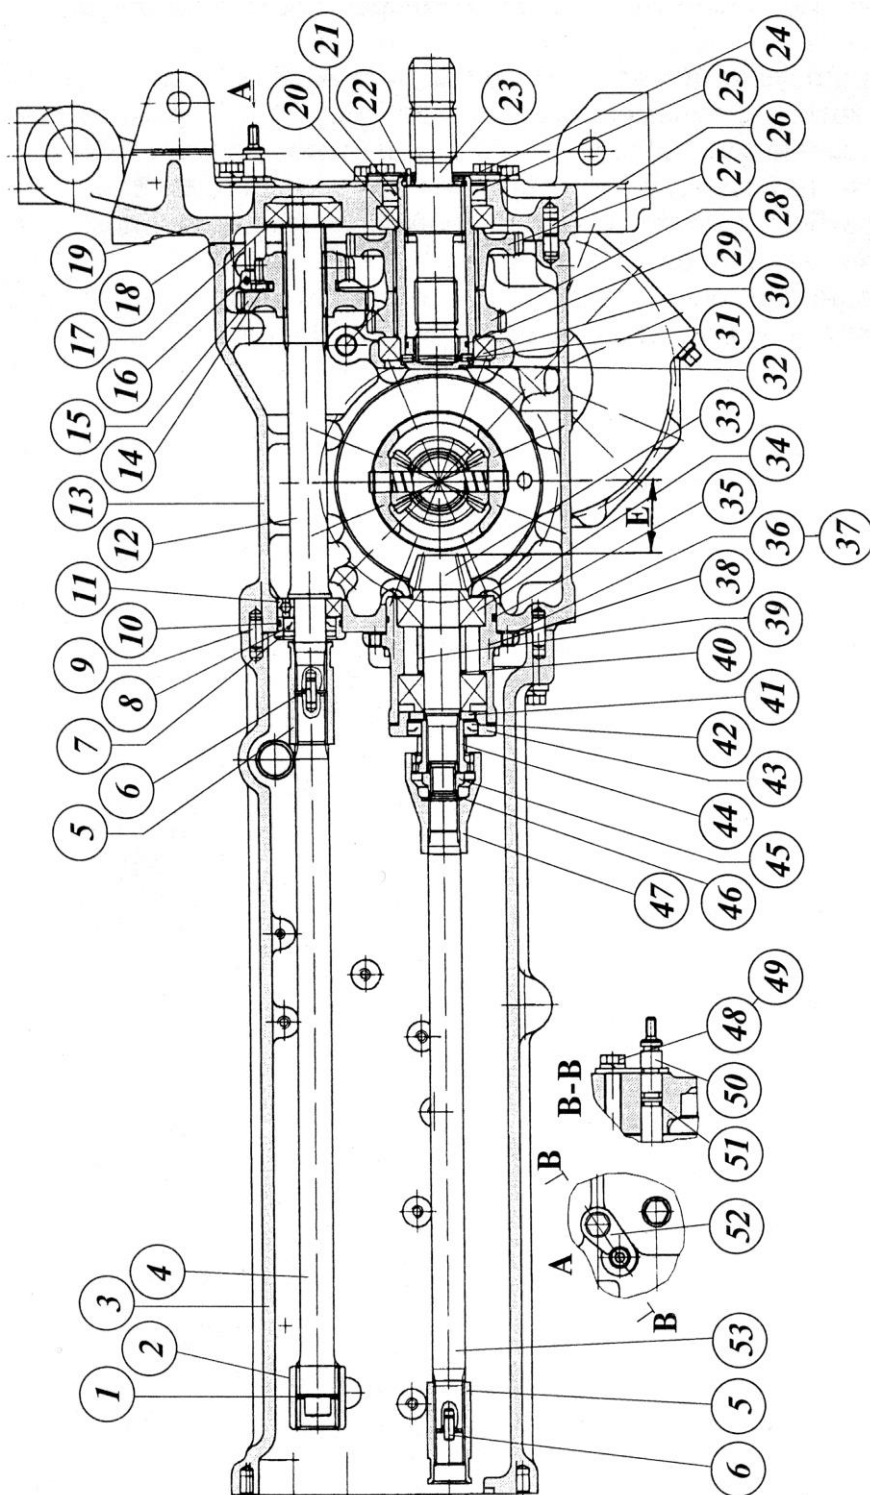
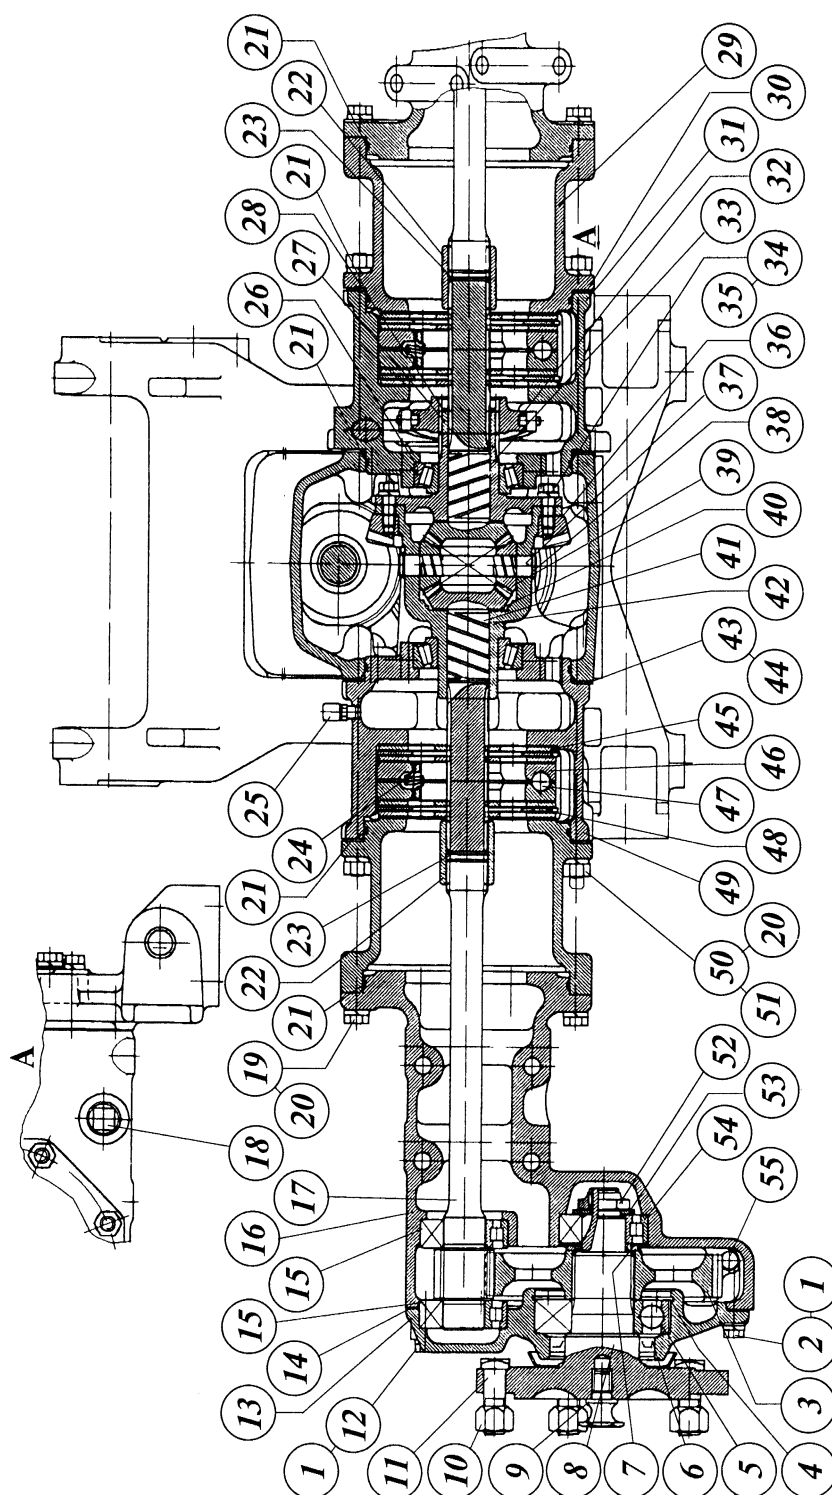

Рис. 24 Задний мост
Рис. 25 Задний мост
Задний мост (рис. 24, 25) передает крутящий момент от коробки передач на задние колеса трактора. Состоит из главной передачи, дифференциала с механической блокировкой, конечных передач и тормозов.
Передаёт крутящий момент от коробки передач к дифференциалу заднего моста с изменением направления под углом 90°. Состоит из втулки 5 (рис. 24), вала 53, муфты 47, зубчатого фланца 44, ведущего вала-шестерни 33, установленного на конических роликовых подшипниках 34 в стакане 38 и ведомой шестерни 36 (рис. 25) закреплённой болтами 34 на корпусе дифференциала. Подшипники вал-шестерни 33 (рис. 24) регулируются с натягом 0,01...0,04 мм путем подбора регулировочных прокладок 40, при этом момент проворачивания вал-шестерни должен быть в пределах 1,0...1,2 Н·м, момент затяжки гайки (120-150) Н·м.
- установите под фланцем правого тормоза 49 (рис. 25) два набора регулировочных прокладок 43, 44, состоящих из трех прокладок толщиной 0,5 мм и трех прокладок толщиной 0,2 мм, после чего подожмите корпус 49 тормоза к корпусу заднего моста двумя болтами;